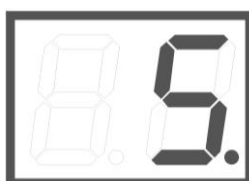

Рисунок 8 – час між продувками
- **PP** - Час між продувками. (1-99 хвилин) рисунок 8.